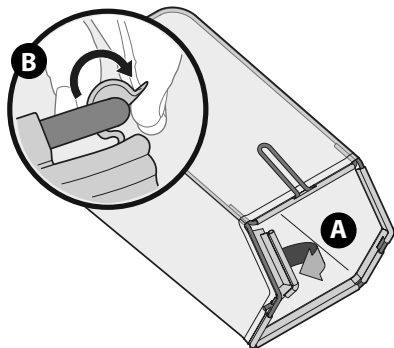

Figura 6
1. Siga los pasos a continuación para ensamblar el colector de césped (si fuera necesario). Asegúrese de que la bolsa de recolección está con el lado derecho hacia afuera antes de ensamblar (la etiqueta de advertencia estará sobre el lado de afuera) (Figura 6).